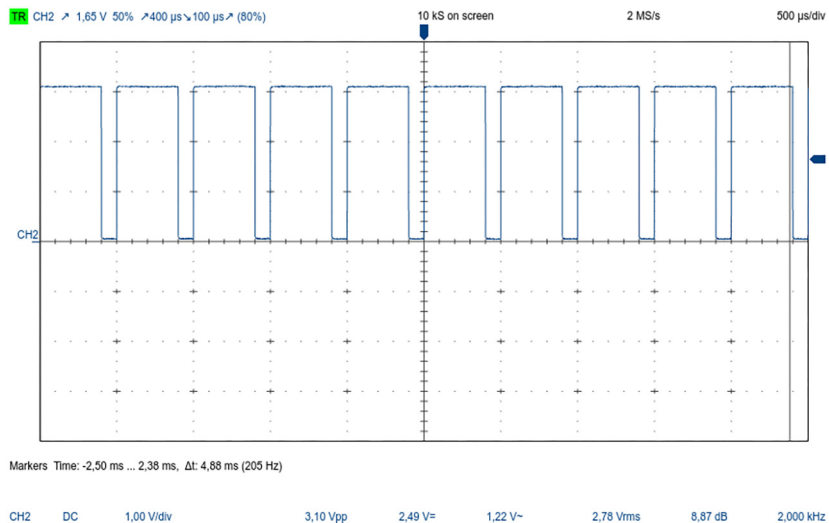

Рис. 6.11. ШИМ сигнал на осциллографе
- 4) $f = 2000$ Гц, $D = 0,8$ (рис. 6.11);